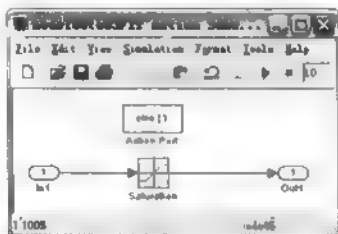

图 6.20 If Action Subsystem1 子系统
- 双击 If Action Subsystem1 模块, 在弹出子系统模型窗口中添加饱和(Saturation)模块, 如图 6.20 所示。双击子系统内的 Saturation 模块, 对话框设置如图 6.21 所示, 设置 Upper limit 为 0.75, Lower limit 为 -0.75, 然后单击 OK 按钮。然后双击子系统内的 Action 模块, 在弹出对话框中设置参数 States when execution is resumed 为 held, 如图 6.22 所示, 然后单击 OK 按钮。最后单击子系统窗口中的  按钮保存子系统。